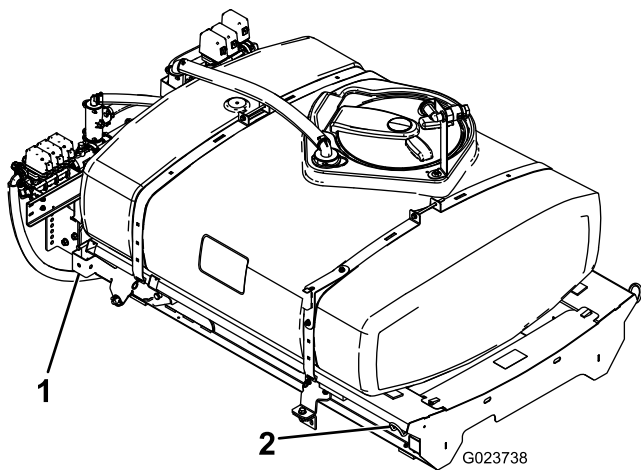

Figure 8
1. Soulevez le patin de la cuve à l'aide d'un appareil de levage (Figure 8) et placez-le au-dessus du cadre du véhicule, en orientant les ensembles pompe et distributeur vers l'arrière.